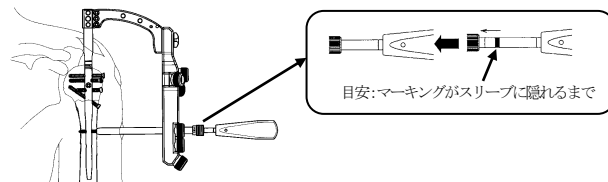

図24
- 24) 選択した長さの4.0 コーティカルスクリューを、コーティカル SW ドライバー又はコーティカル SW ドライバー（ホールド型）L を用いて挿入します。（図24）